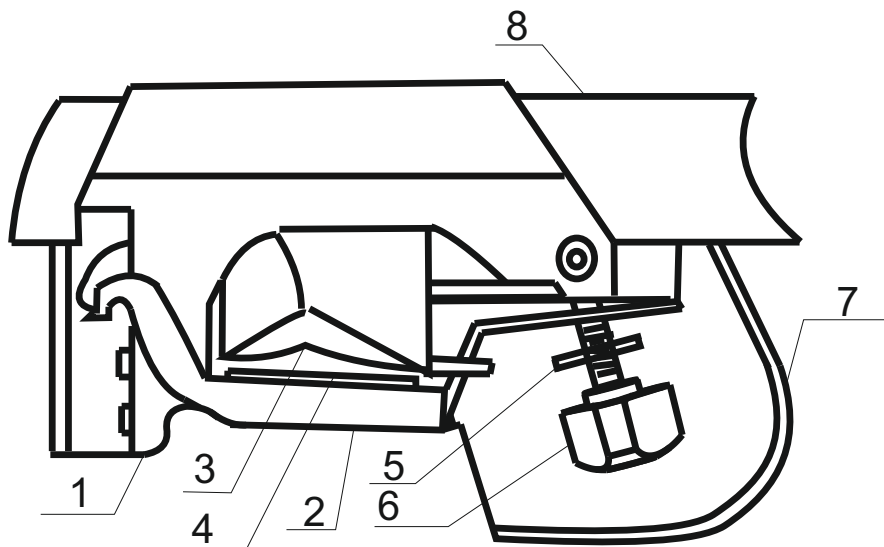

рис.1
2. Трубу 8 вставить в держатель багажника как показано на рис.1